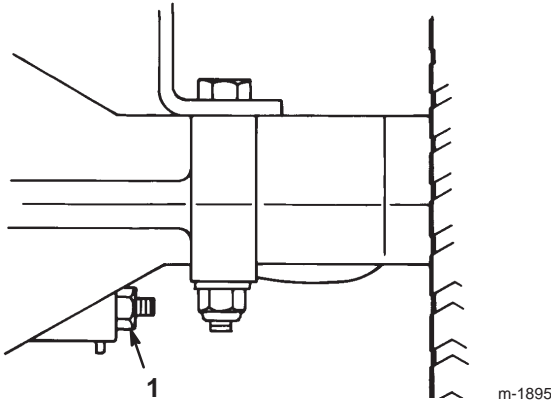

Figure 19
Le frein se trouve du côté droit de l'essieu arrière, à l'intérieur du pneu arrière (Fig. 19). Un réglage est nécessaire si le frein de stationnement ne tient pas ou offre une puissance d'immobilisation insuffisante.
2. Pour augmenter la résistance de freinage, serrez l'écrou de réglage du frein (Fig. 19) de 1/8 de tour vers la droite.